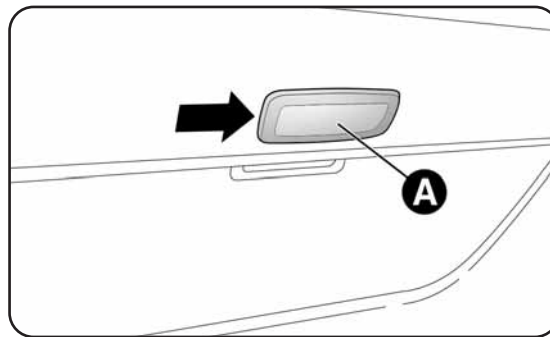

fig. 30
- agire nel punto indicato dalla freccia e rimuovere la plafoniera A-fig. 30;